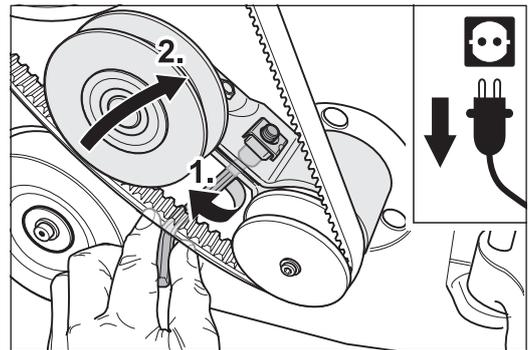

Abb. 82 Die Klemmschraube des Riemenspanners lösen (1.) und den Keilriemen entspannen (2.).
- 6 Lösen Sie die Klemmschraube des Riemenspanners für den Keilriemen des Ventilators (Abb. 82, 1.).
- 7 Drehen Sie den Riemenspanner nach rechts (Abb. 82, 2.). Dadurch wird der Keilriemen entspannt.
- 1** Lösen Sie die Klemmschraube des Riemenspanners für den Keilriemen des Ventilators (Abb. 82, 1.).
- 2** Drehen Sie den Riemenspanner nach rechts (Abb. 82, 2.). Dadurch wird der Keilriemen entspannt.